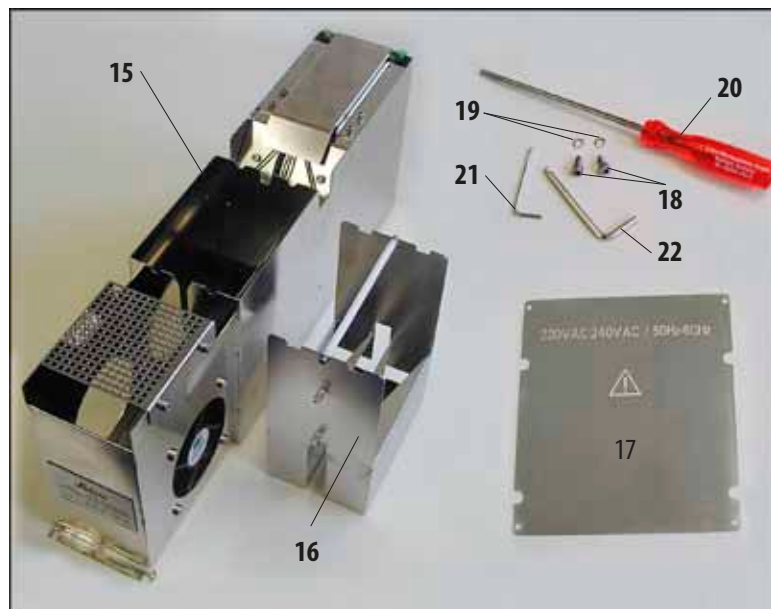
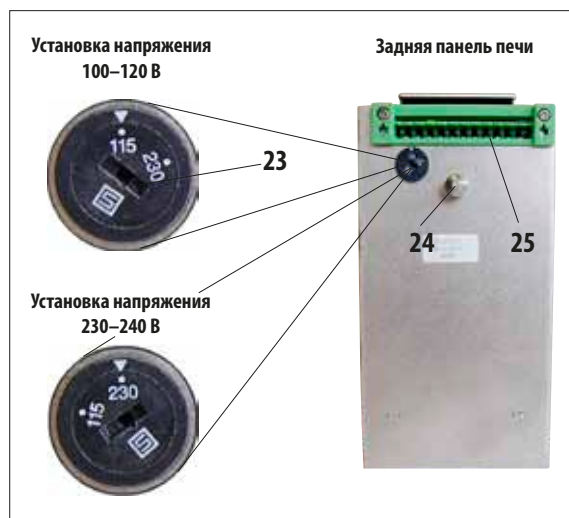

Рис. 10
Рис. 11
- После того, как печь будет установлена, прикрепите защитную крышку (часть комплекта поставки печи) (17 на рис. 10) четырьмя винтами (29) таким образом, чтобы выбранное положение переключателя напряжения было видно снаружи.
- Разместите печь на рельсах (32) и введите ее в прибор.
- Продолжайте давление до тех пор, пока соединительные элементы печи (установочный штифт (24), соединительная полоса (25), см. рис. 11) не будут закреплены в соответствующих фиксаторах (31) прибора.
- Затем, с помощью двух винтов (18) с шайбами (19) закрепите печь (15) в отверстиях прибора, предусмотренных для этой цели.
- Затяните крышку (предмет 17, рис. 10) таким образом, чтобы диапазон напряжения питания печи (15) совпадал с информацией, приведенной на табличке.